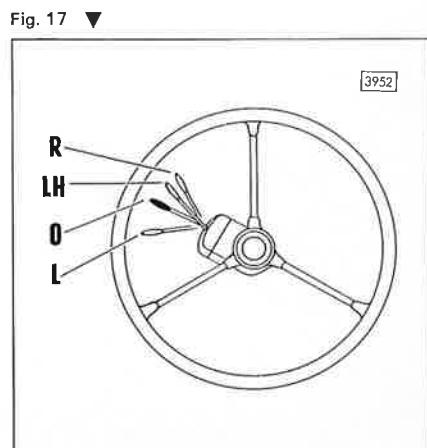

Fig. 17 ▼
Levier de commande des clignoteurs, combiné de l'avertisseur visuel (fig. 17)
Blinkleuchtenschalthebel, kombiniert mit Lichttupe (Fig. 17)
d. h. rechts blinken, Hebel nach oben verstellen (Fig. 17/R), links blinken, Hebel nach unten verstellen (Fig. 17/L).
Nach Durchfahren der Kurve muß der Hebel wieder in seine Ausgangslage (Fig. 17/0) gebracht werden. Bei eingeschalteter Zündung wird durch Ziehen des Hebels zum Lenkrad hin die Lichthupe bedient (Fig. 17/LH), d. h. für die Dauer des Ziehens am Hebel leuchtet das Scheinwerferlicht auf.
rotation du volant, c'est-à-dire, si l'on veut virer à droite, il faut pousser le levier vers le haut (fig. 17/R), et si l'on veut virer à gauche, il faut pousser le levier vers le bas (fig. 17/L). Aux véhicules avec volant à droite, pousser le levier dans le sens inversé.
Après avoir fini le virage, on doit remettre le levier dans sa position originale (fig. 17/0). Quand l'allumage est connecté, on commande l'avertisseur visuel en tirant le levier vers le volant (fig. 17/LH), c'est-à-dire, l'éclairage code luit pendant qu'on tire le levier.